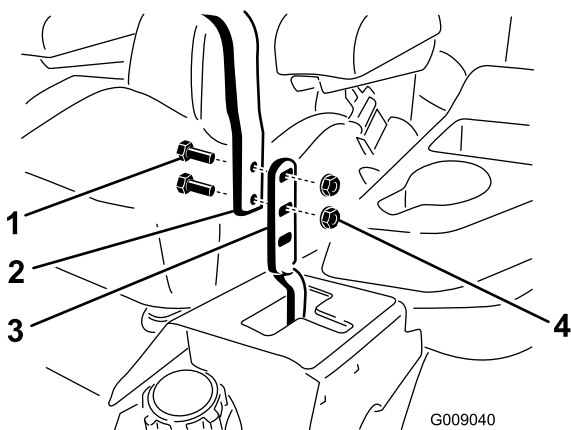

Bild 58
2. Lösen Sie die Schrauben und Bundmutter, mit denen die Griffe an den Hebeln befestigt sind (Bild 58).